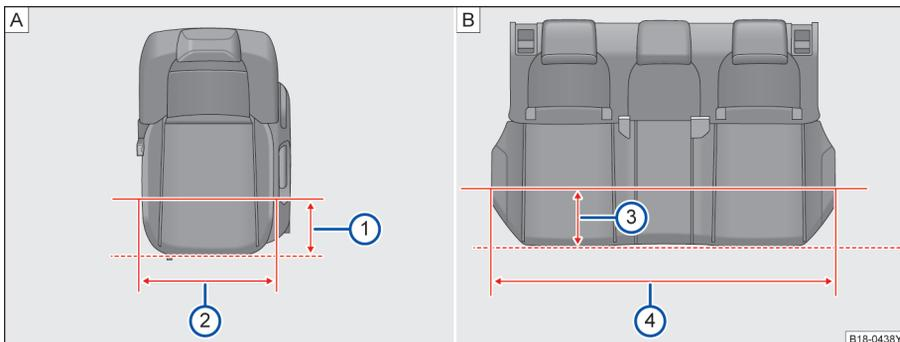

图 63 座椅座宽
如图⇒图 63A在距离前排座椅边缘 200mm 时⇒图 63②，前排座椅座垫宽度为 488mm⇒图 63①。
如图⇒图 63B在距离后排座椅边缘 200mm 时⇒图 63③，后排座椅座垫宽度为 1271mm⇒图 63④。